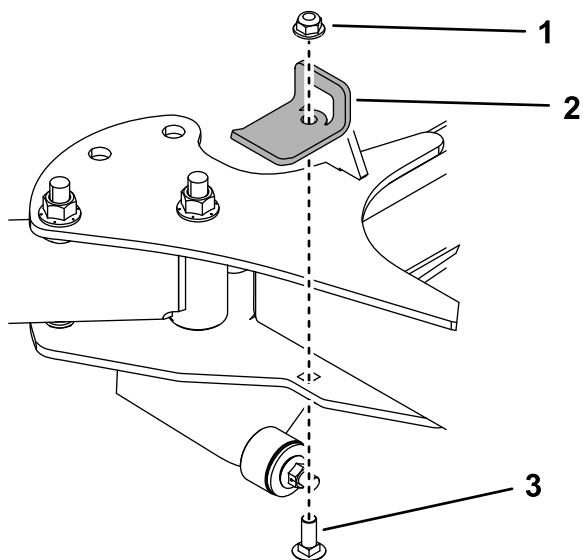

Figura 13
10. Utilice un perno de cuello cuadrado ($\frac{3}{8}$ " x 1") y una contratuerca ($\frac{3}{8}$ ") para instalar el soporte de tope en el lado derecha de la máquina (Figura 13). Apriete el perno a 37–45 N·m (27–33 pies-libra).